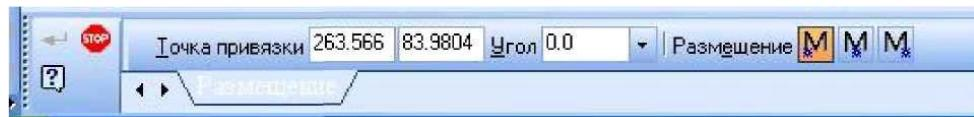

Рисунок 3.16 - Панель свойств для указания размещения надписи на чертеже
- Кнопка Ввод текста. При вводе этой команды появляется изображение Панели свойств (рис. 3.16). Указав графическим курсором на